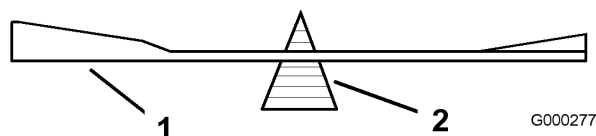

Figura 50
2. Verifique el equilibrio de la cuchilla colocándola sobre un equilibrador de cuchillas (Figura 50). Si la cuchilla se mantiene horizontal, está equilibrada y puede utilizarse. Si la cuchilla no está equilibrada,
rebaje algo el metal en la parte de la vela solamente (Figura 50). Repita este procedimiento hasta que la cuchilla esté equilibrada.